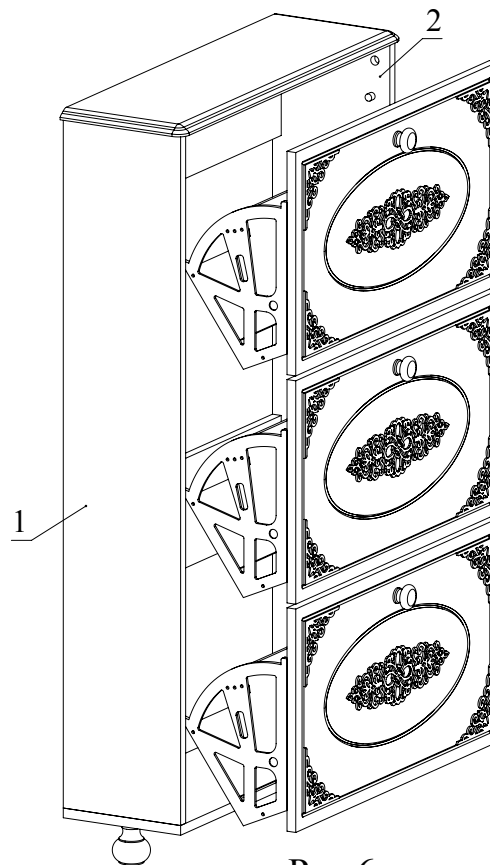

Рис.6
8. Вставить заглушки минификсов (Рис. 6).